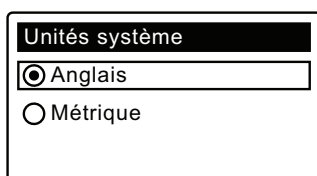

FIG. 16
- 3. UNITÉS SYSTÈME** Passez à l'étape 4 si le cercle des unités souhaitées a déjà un point (cf. Figure 16). Sinon, appuyez sur le bouton BAS (▼) ou HAUT (▲) pour choisir les unités, puis sur le SÉLECTEUR (○) pour valider votre choix.